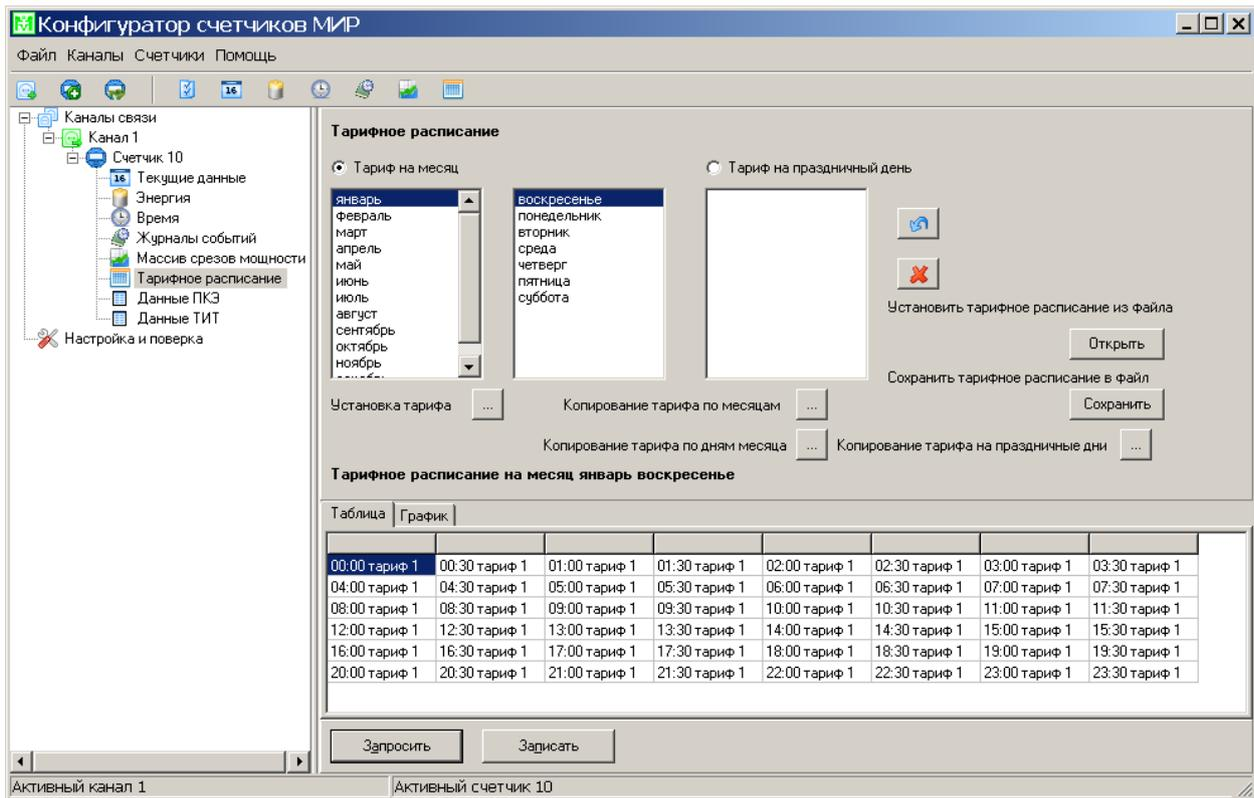

Рисунок 3.30
3.3.7.1 Установка тарифного расписания для счетчика осуществляется на панели *Тарифное расписание* (рисунок 3.30).
3.3.14.1 Для считывания тарифного расписания необходимо в главном окне (рисунок 3.30) на панели *Тарифное расписание* нажать кнопку *Запросить*. После успешного обмена данными со счетчиком на вкладке *Таблица* в таблице тарифного расписания на указанный день появятся текущие значения.